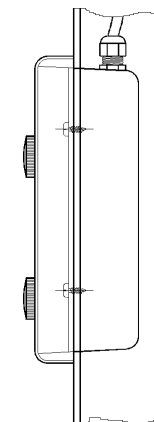

Abb. 4
- Schrauben Sie nun das Oberteil wieder an das Gerät an und stecken Sie die 3 Schaltknöpfe auf die Schaltachsen auf (Abb.4).